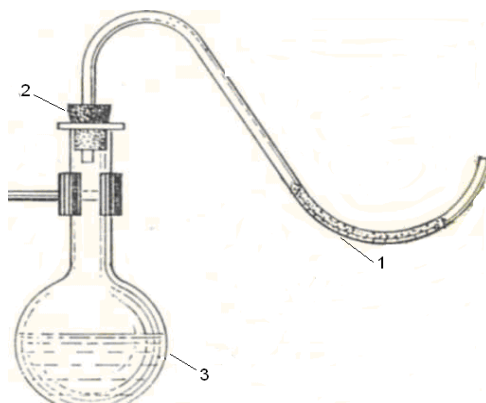

Рисунок 1. Прибор для восстановления оксида меди (II): 1 – изогнутая трубка, 2 – пробка, 3 – колба.
Небольшое количество остывшего оксида меди (II) поместите тонким слоем в изогнутую стеклянную трубку 1 (внутренний диаметр 6–8 мм), закрепленную в резиновой пробке 2 (рис. 1). Колбу 3 ёмкостью 100–150 мл закрепите в лапке штатива, налейте в нее 30–40 мл 2 M раствора серной кислоты. Внесите 2–3 кусочка цинка и закройте колбу пробкой с
Определение производится с помощью прибора (рис.1), состоящего из измерительной бюретки (1) на 25...50 мл, двухколенной пробирки Оствальда (2) и уравнилельной склянки или бюретки (3).
1. В одно из колен пробирки Оствальда (2) поместите навеску металла, полученную у лаборанта.
3. Плотнo закройте пробирку Оствальда (2) пробкой и закрепите её в штативе.
4. Проверьте прибор на герметичность, для чего уравнилельный сосуд (3) поднимите на 10...15 см и закрепите в этом положении. Если прибор герметичен, то уровень жидкости в нём остается постоянным. Если прибор не герметичен, проверьте, плотно ли закрыта пробирка Оствальда (2) пробкой.
5. Установите бюретку (1) и сосуд (3) таким образом, чтобы жидкость в них находилась на одном уровне. Отметьте положение уровня жидкости (мениска) в бюретке (1) – V_1 .
6. Осторожно поверните пробирку (2) так, чтобы кислота перелилась в колено, где находится металл.
7. После полного растворения металла приведите положение жидкости в бюретке (1) и сосуде (3) к одному уровню.
8. Точно отметьте положение мениска жидкости в бюретке (1) – V_2 . Определите объём выделившегося водорода.